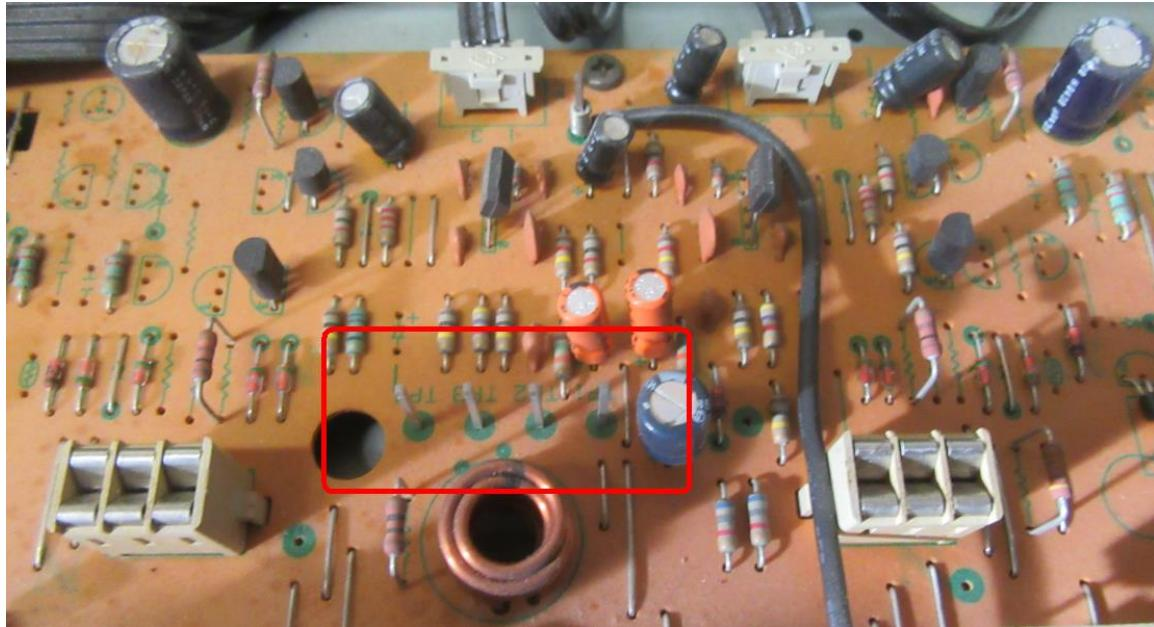

图 13. TP4 可在大功率晶体管附近寻找.
4) TP4 可在大功率晶体管附近寻找. 見图 13
在图 7 中可看到印刷板上有 4 个大功率晶体管插座。在这附近找到有 4 个测试点，見图 13。估計左右通道各占 2 个。经用万用表测量，每通道有一个测试点与大功率管基极相连。OK！这一定是图 2 中的“Power Amp Driver”（功放驱动器）输出点。
仍用改锥的感应信號在 PHONO 点作输入，用示波器分别观察图 13 左右通道 4 个测试点信號。测试結果左右通道是一样的，也即是说功放驱动器“Power Amp Driver”无毛病。